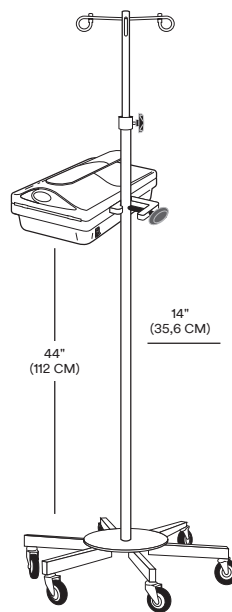

Abbildung 3
1. Die Ranger Erwärmungseinheit für Blut/Flüssigkeit am Infusionsständer anbringen. Die Ständerklemme festziehen (siehe Abbildung 3).